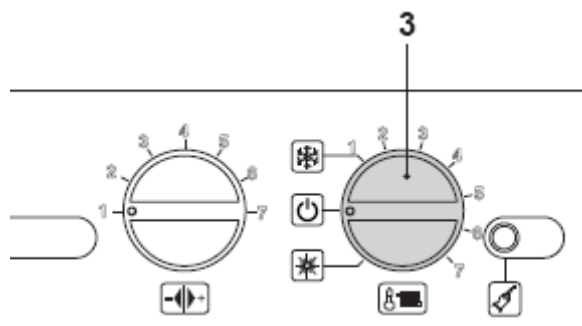

Рис. 6.7
- Выключите котёл, установив переключатель функций 3 в положение, показанное на рис. 6.7